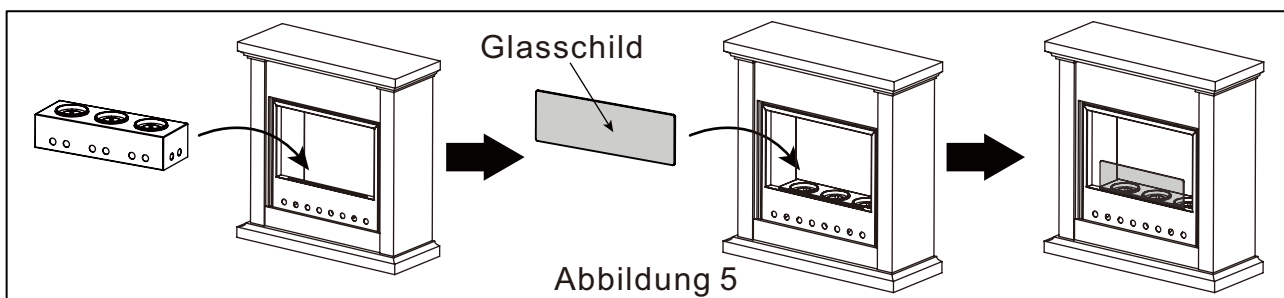

Abbildung 5
(2). Legen Sie die Feuerschale in die untere Mitte des Kaminkörpers, dann setzen Sie die Glasscheibe vorsichtig und behutsam in die Nut ein, achten Sie darauf, dass sie gerade nach oben steht (siehe Abbildung 5).
Nehmen Sie den Löschdeckel und setzen Sie ihn auf den Brennertopf (siehe Abbildung 5), lassen Sie ihn dort etwa 10 Sekunden lang liegen, nehmen Sie dann den Löschdeckel ab und überprüfen Sie, ob das Feuer gelöscht ist. Wenn Sie Zweifel haben, wiederholen Sie diesen Schritt.